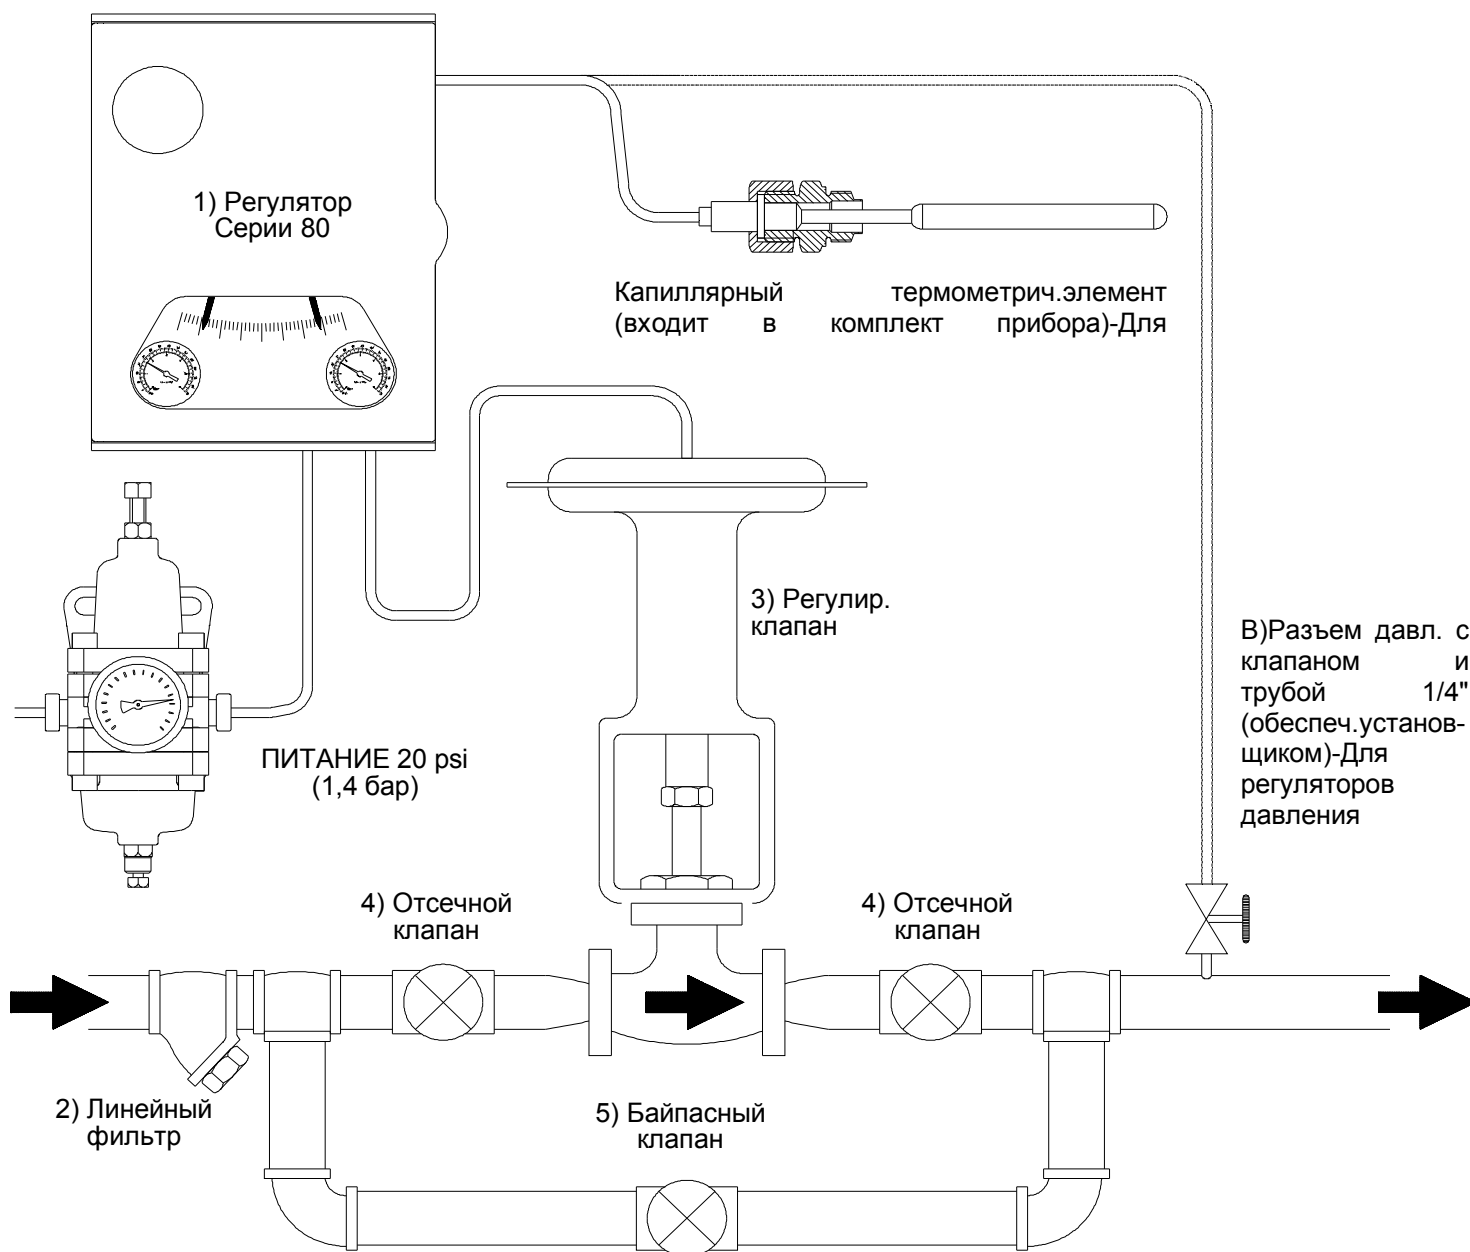

Рис. 2.2.1 "ПОДСОЕДИНЕНИЕ К РЕГУЛИРУЮЩЕМУ КЛАПАНУ"
## 2.2. ПОДСОЕДИНЕНИЕ К РЕГУЛИРУЮЩЕМУ КЛАПАНУ (Рис. 2.2.1)
С – Полностью откройте отсечные клапаны, расположенные на входе и на выходе регулирующего клапана, удостоверившись в том, что байпасный клапан закрыт. См.(Рис. 2.2.1)
Д – Если регулирующий клапан (3) оснащен байпасом (5), удостоверьтесь в том, что этот последний плотно закрыт, в то время как отсечной клапан на выходе (4) полностью открыт (см. Рис.2.2.1).
Е – Медленно и до конца откройте отсечной клапан на входе регулирующего клапана ( 4 Рис. 2.2.1).
Д – Если регулирующий клапан (3) оснащен байпасом (5), удостоверьтесь в том, что последний плотно закрыт, в то время как отсечной клапан на выходе (4) полностью открыт (см. Рис.2.2.1).
Е – Медленно и до конца откройте отсечной клапан на входе регулирующего клапана (4 Рис.2.2.1).
Е – Если регулирующий клапан (3) оснащен байпасом (5), удостоверьтесь в том, что этот последний плотно закрыт, в то время как отсечной клапан на выходе (4) полностью открыт (см.Рис.2.2.1).
Ф – Медленно и до конца откройте отсечной клапан на входе регулирующего клапана (4 Рис. 2.2.1).
Ф – Если пневматический клапан (3) оснащен байпасом (5), удостоверьтесь в том, что этот последний плотно закрыт, в то время как отсечной клапан на выходе (4) полностью открыт (см.Рис.2.2.1).
Г – Медленно и до конца откройте отсечной клапан на входе регулирующего клапана (4 Рис. 2.2.1).